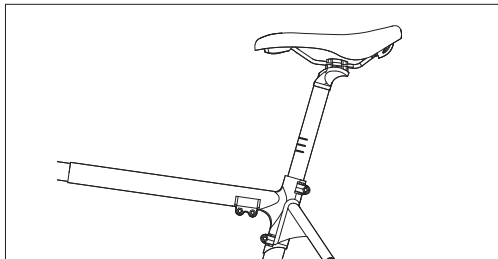

Figura 3-2
- Ajuste la altura del sillín a su altura adecuada. No sobrepase el límite de altura máxima del sillín, como se muestra en la **Figura 3-2**. A continuación, apriete los tornillos **F** y **J**.